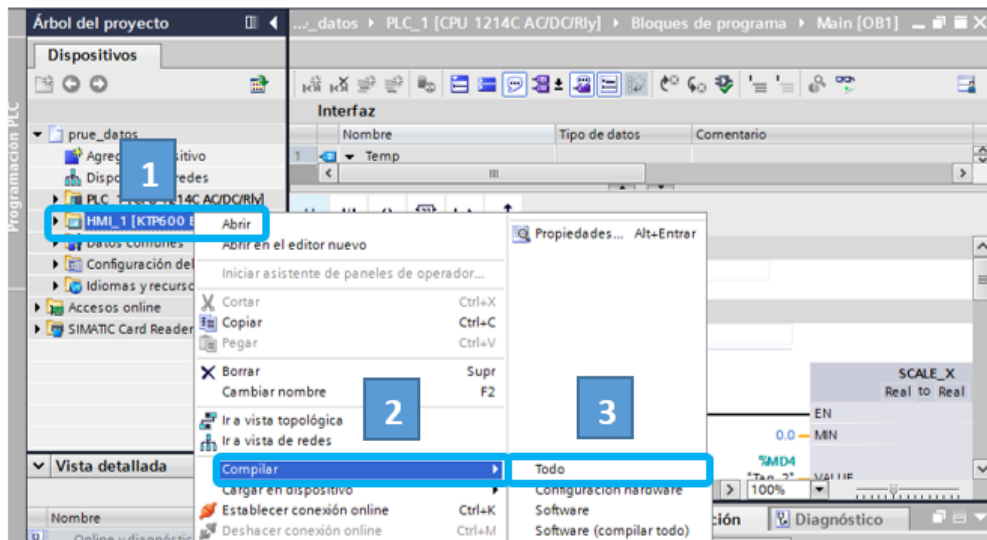

Figura 2.55: Compilar la programación del HMI.
5. Dar clic derecho en la carpeta HMI, dirigirse a Compilar y dar clic en Todo como se indica en la figura 2.55.